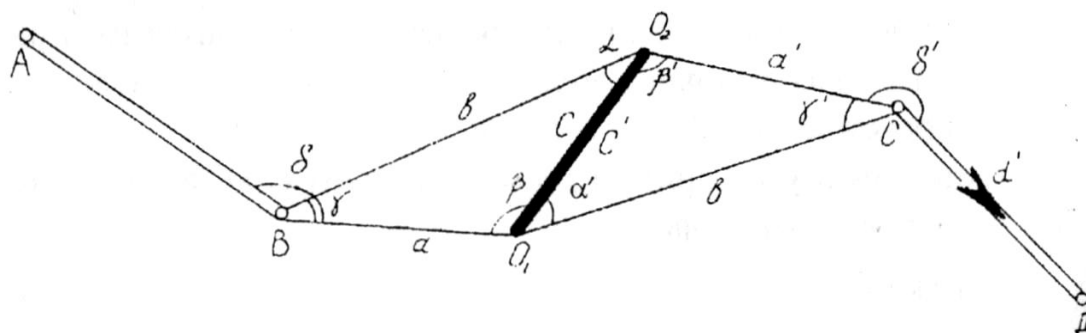

Рисунок 3. Схема примыкания к отвесам при ориентировании через один вертикальный ствол.
**Задание.** Проведено ориентирование через один вертикальный ствол шахты. Примыкание к отвесам на поверхности и ориентируемом горизонте осуществлено соединительным треугольником (см. рисунок 3).